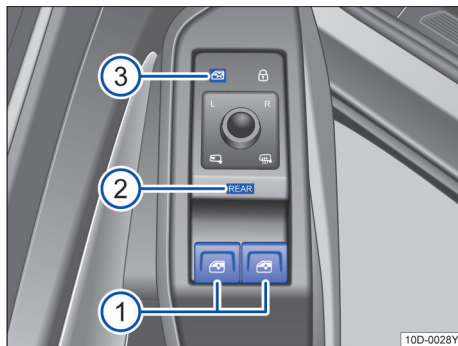

图 53 在驾驶员车门内：前部和后部电动车窗升降器的按钮
- ① 电动车窗升降器的按钮。
- ② 操作区 REAR 用于激活后部电动车窗升降器以及便捷开启及关闭的操作。
- ③ 操作区用于关闭后车门内的电动车窗升降器按钮。
默认情况下，可以通过按钮→图 53 ① 操作前车门内的电动车窗升降器。
短暂按下操作区→图 53 ②，REAR 灯亮起，可激活后车门电动车窗升降器的操作。如果在激活后，未进行任何操作，大约 10 秒后恢复前车门电动车窗升降器的操作，REAR 灯亮熄灭。